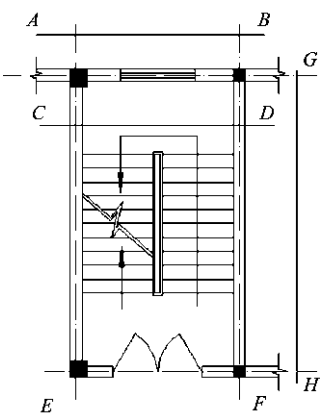

图 1-116 辅助线的位置
⑤按图 1-116 所示位置，绘制 AB、CD、EF、GH 几条辅助线，目的是让同一排的尺寸界线起点在同一直线上，以保证标注出来的尺寸整齐美观。